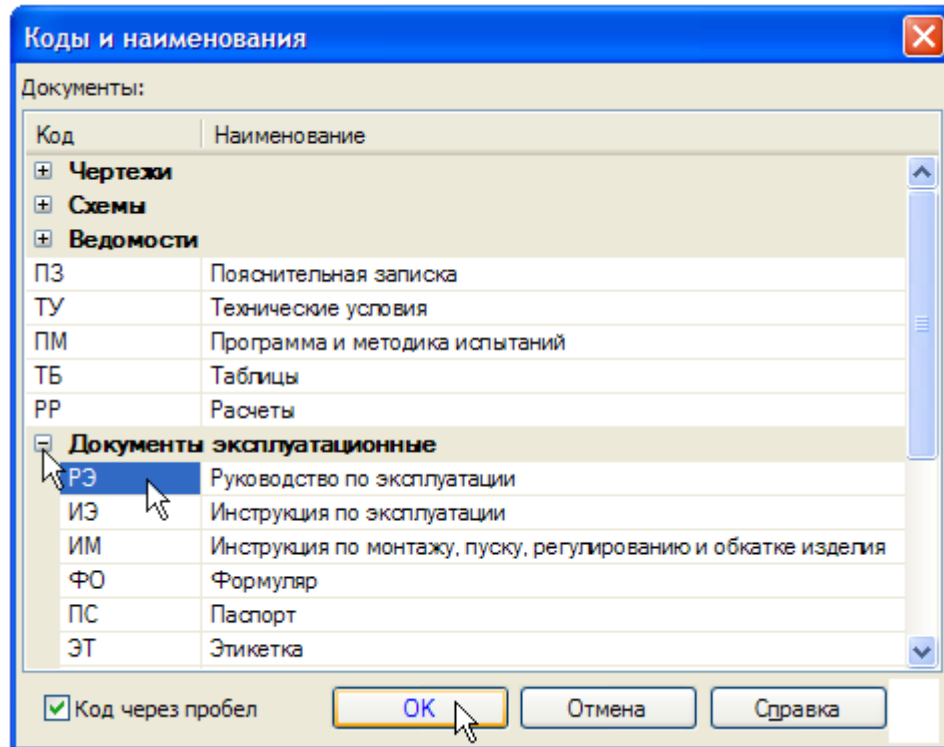

Рисунок 49.
- В Справочнике кодов и наименований раскройте "ветку" Документы эксплуатационные, укажите строку Руководство по эксплуатации и нажмите ОК (рис. 49).